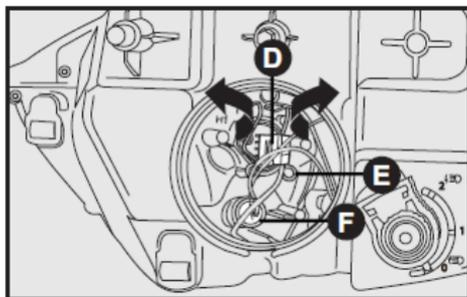

fig. 17
- Soltar el conector eléctrico D-fig. 17;
- Para quitar la lámpara de luz alta, tirar del elemento de fijación E-fig. 17, abriéndolo lateralmente;
- Posicionar la nueva lámpara de luz alta en su alojamiento, reenganchar el elemento de fijación E-fig. 17 y recolocar el conector D-fig. 17;
- Retirar el portalámparas F-fig. 17 tirando del mismo;
- Recolocar el portalámparas F-fig. 17 empujándolo hacia adentro hasta bloquearlo;